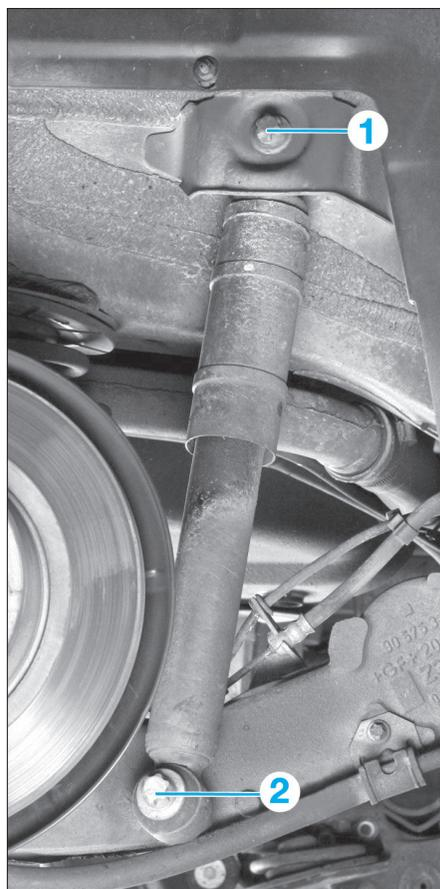

FIG. 13
- l'écrou de fixation supérieure (1) d'amortisseur (Fig.13),
- la vis de fixation inférieure (2) de l'amortisseur.